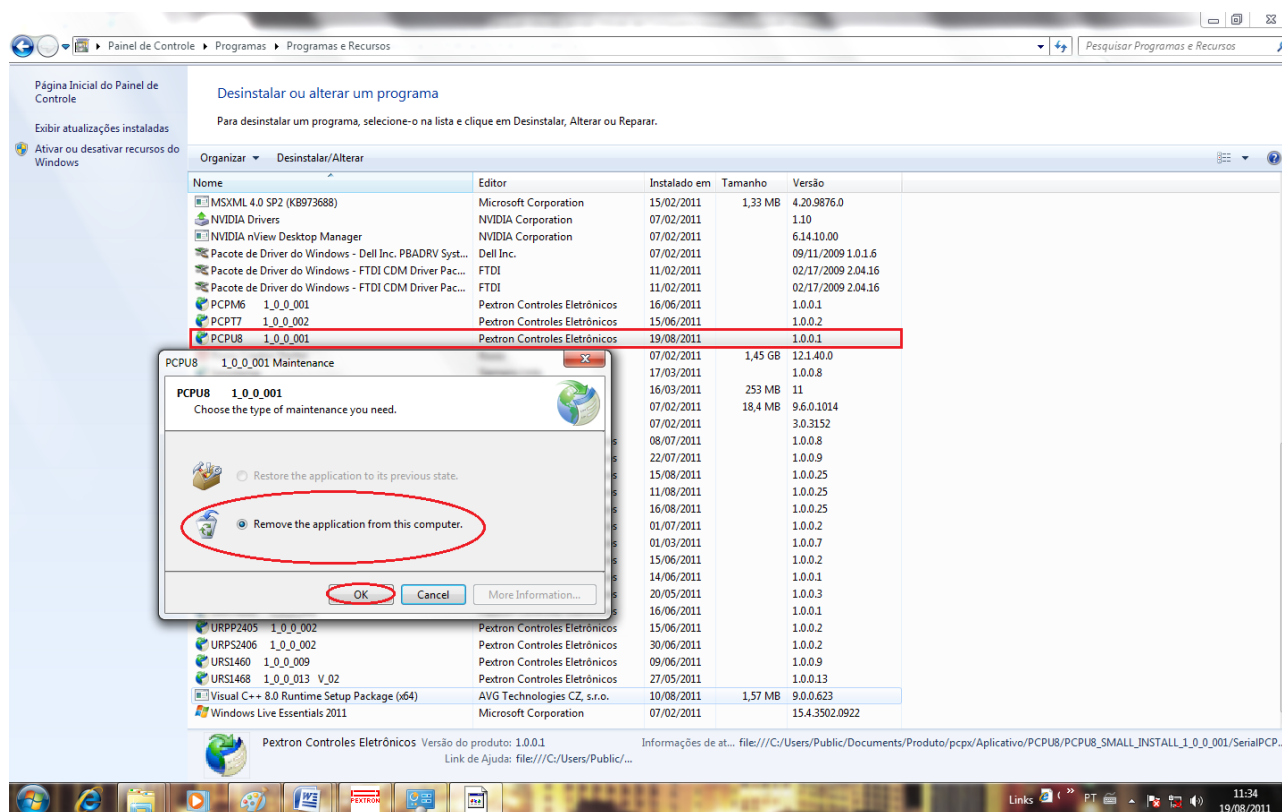

Figura 1: Desinstalação do programa
- ✓ clique em **“Desinstalar ou alterar um programa”** conforme mostra a figura 1;